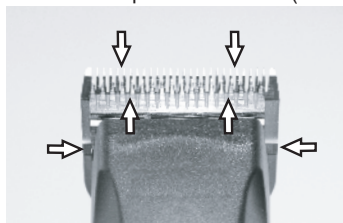

Fig. 24
Para obtener un buen resultado de corte y aumentar la vida útil de la máquina de cortar pelo y del cabezal de corte, es esencial aplicar una fina capa de aceite entre la cuchilla superior y la inferior (Fig. 24).
- ▶ Engrase suficientemente la cuchilla de corte mientras corta el cabello (al menos cada 15 minutos) para que no se seque (Fig. 24).